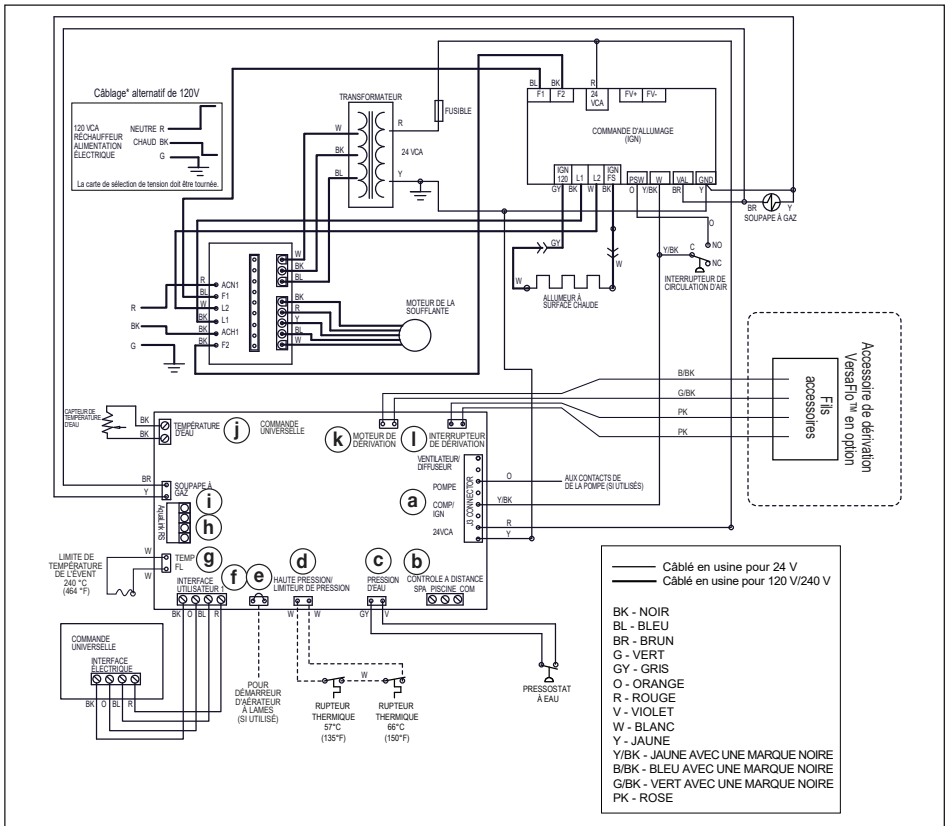

Figure 15. Schéma de câblage/raccordements du JXi
Référez-vous à la Figure 15 pour un schéma complet des bornes et connexions de câblage.
- Connectez le câblage du système de commande de la piscine ou du spa à la borne de la commande à distance du réchauffeur. Voir Figure 15, élément « b ».
- Connectez les deux fils à « Pool » (piscine) et à « Common » (commun) (et non à « Spa ») sur la barrette à bornes J6. Voir *Figure 15*, élément « b ».